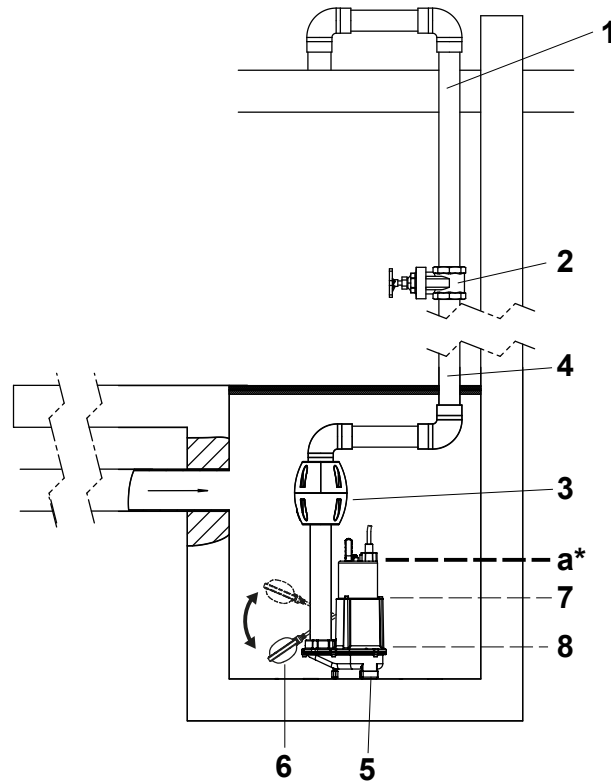

Figura 2 Ejemplo de instalación, pozo en hormigón
• Por encima de 60 °C y hasta un máx. de 80 °C de temperatura del medio, no debe superarse el nivel de agua máximo (véase la figura 2, marca "a" arriba).